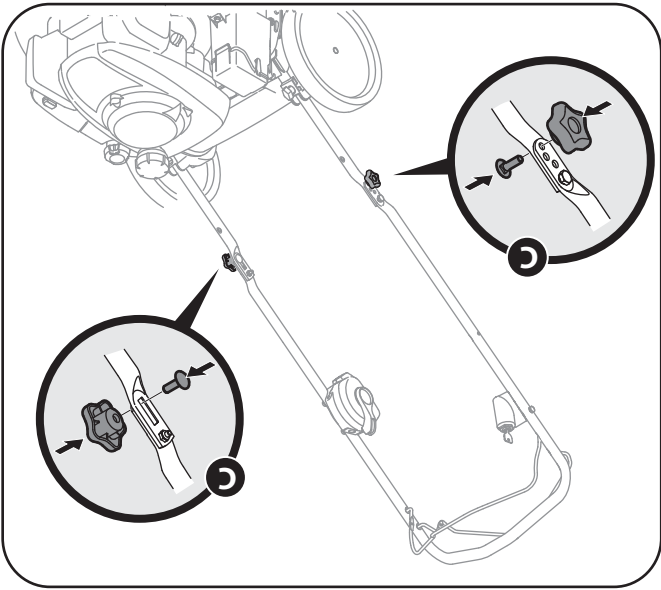

Figure 3-5
c. Remettez les écrous à oreilles et les boulons ordinaires dans les trous inférieurs du guidon, comme à la Fig. 3-5.